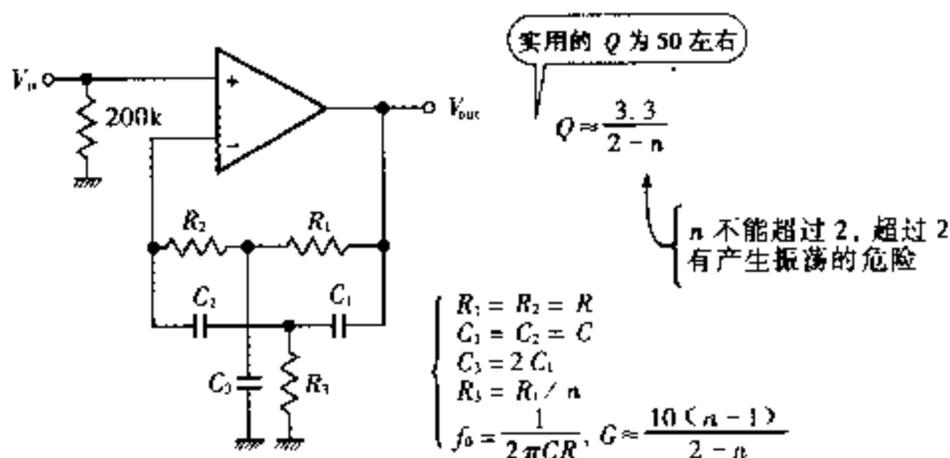

图 6.18
## (2) 由负反馈构成的 BPF(双 T 型)(图 6.18)